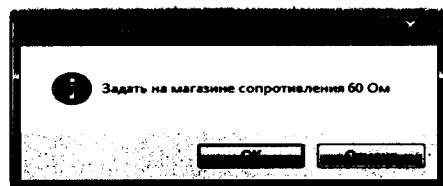

Рисунок 21 - Окно «Измерение 60 Ом»
4.6.6 Нажать на панели задач кнопку «Запустить», после чего появится окно «Измерение 60 Ом» (Рисунок 21).